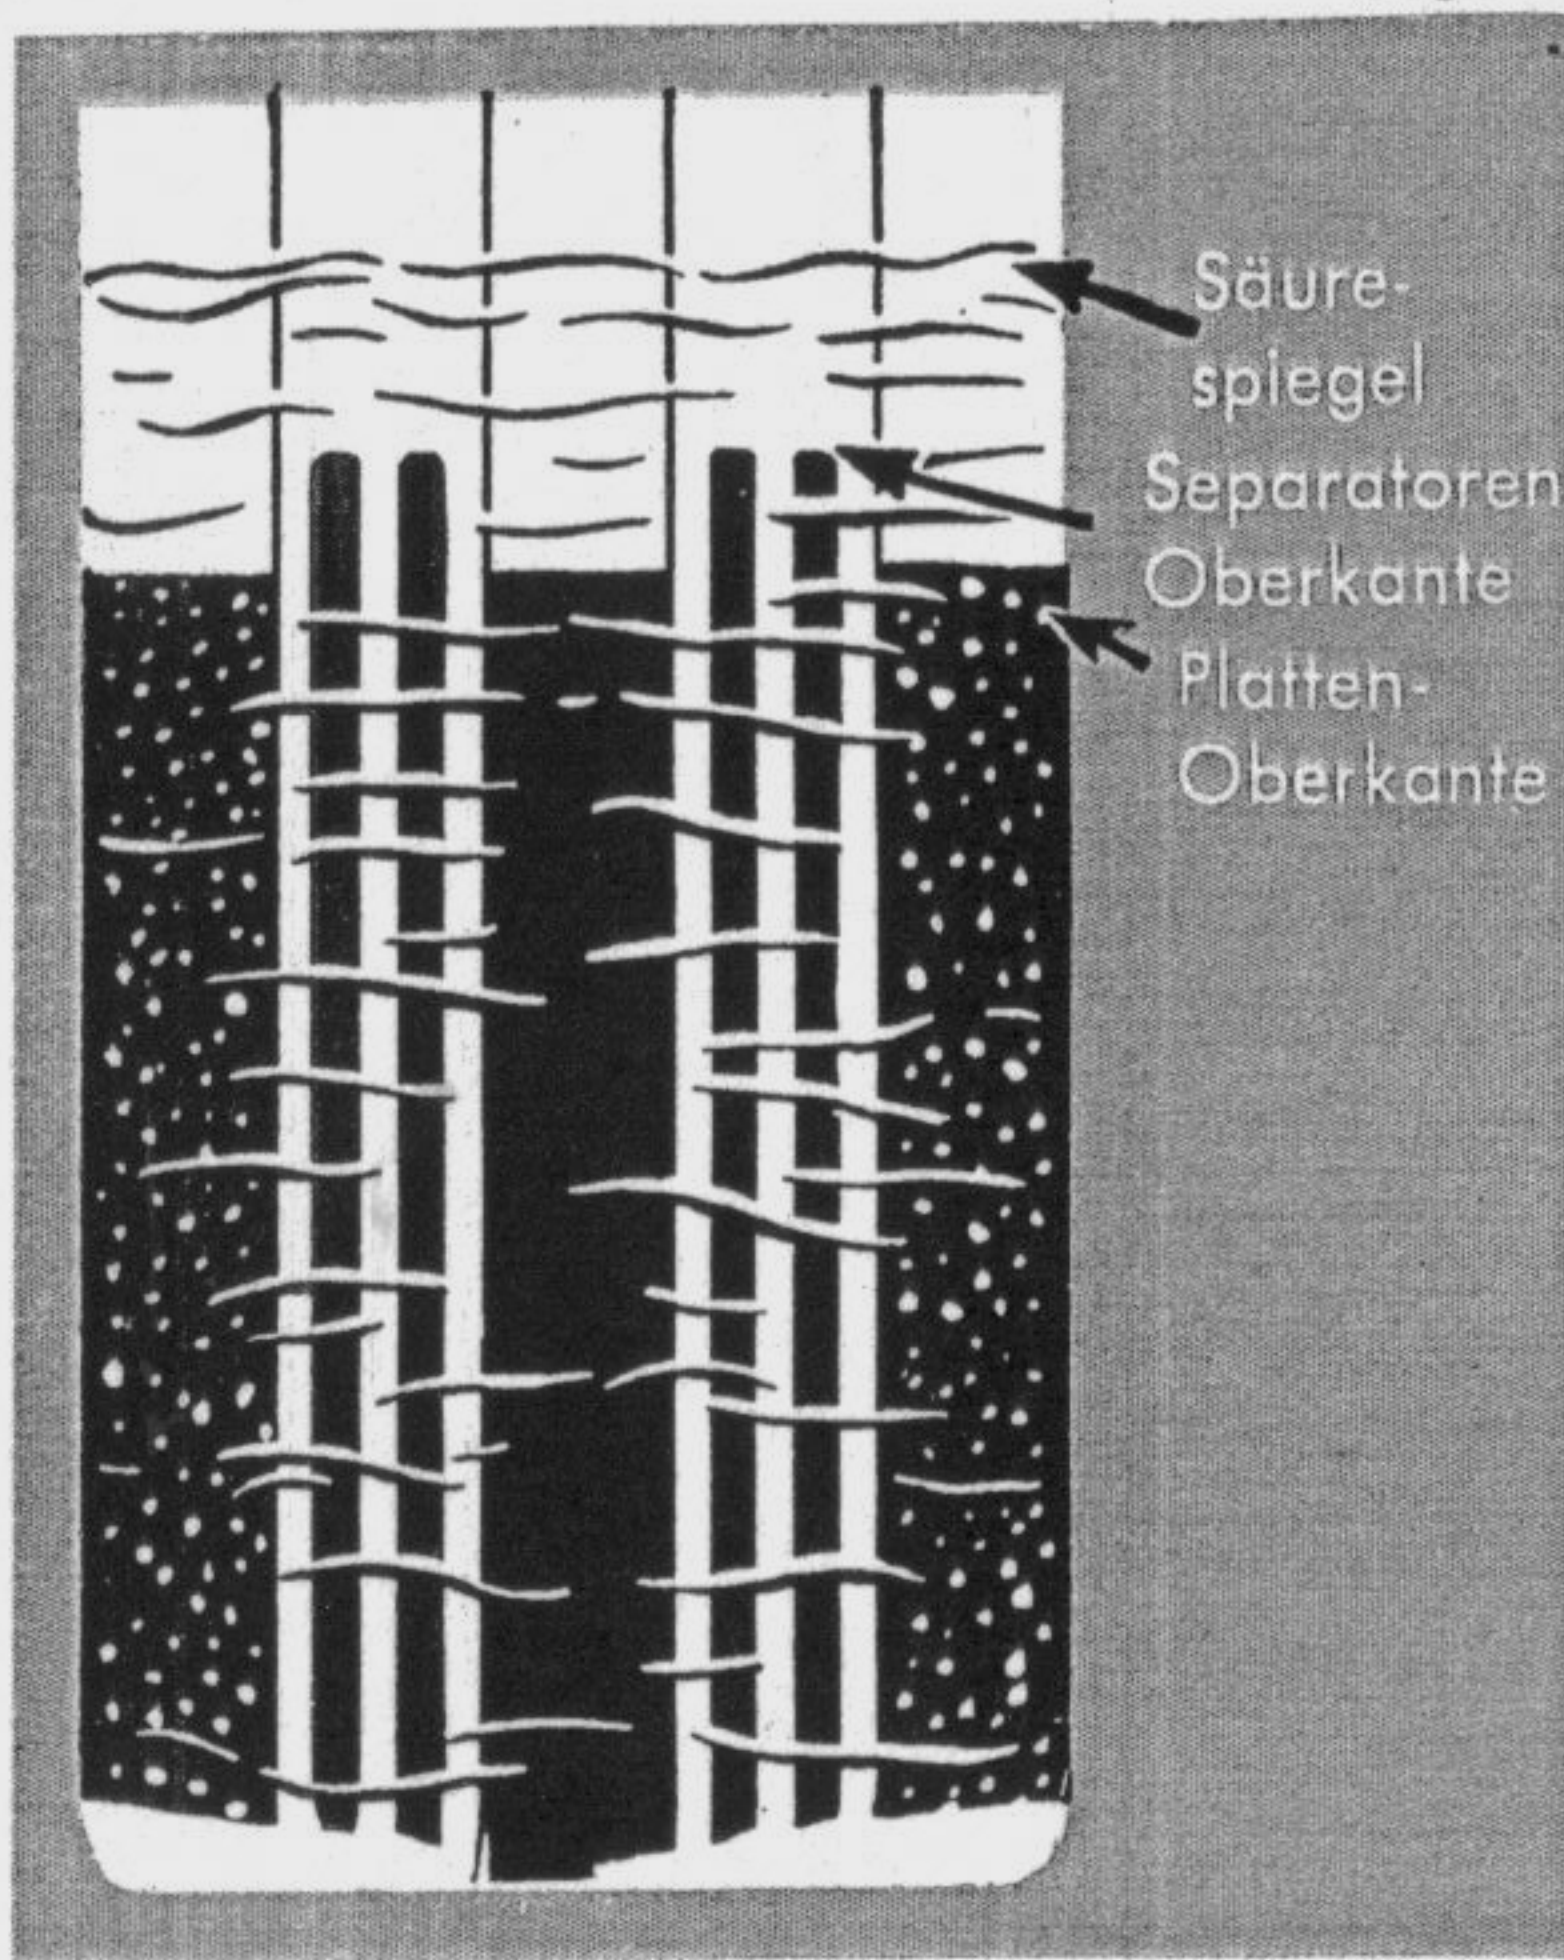

Fig. 45
1. La mesure la plus importante consiste à vérifier et à compléter régulièrement le niveau d'acide. Le niveau d'acide correct se trouve environ 5 mm au-dessus du rebord supérieur des séparations (= 15 mm au-dessus des plaques) (voir également fig. 45). Par suite d'une évaporation constante, le niveau de l'acide diminue et doit être complété avec de l'eau distillée. Ce contrôle doit être effectué toutes les 4 semaines, et par temps chaud toutes les 2 semaines.